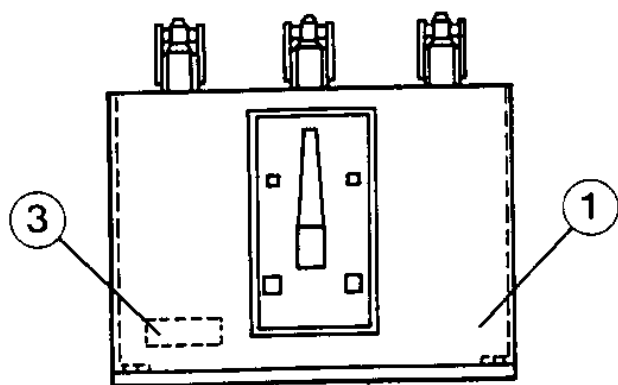

Fig. 6 Interruttore in esecuzione fissa
L'interruttore in esecuzione fissa (vedere fig. 6) corrisponde all'esecuzione base indicata in figura 2 completata con le piastre di protezione anteriore (1); nella parte inferiore della struttura sono ricavati i fori di fissaggio.